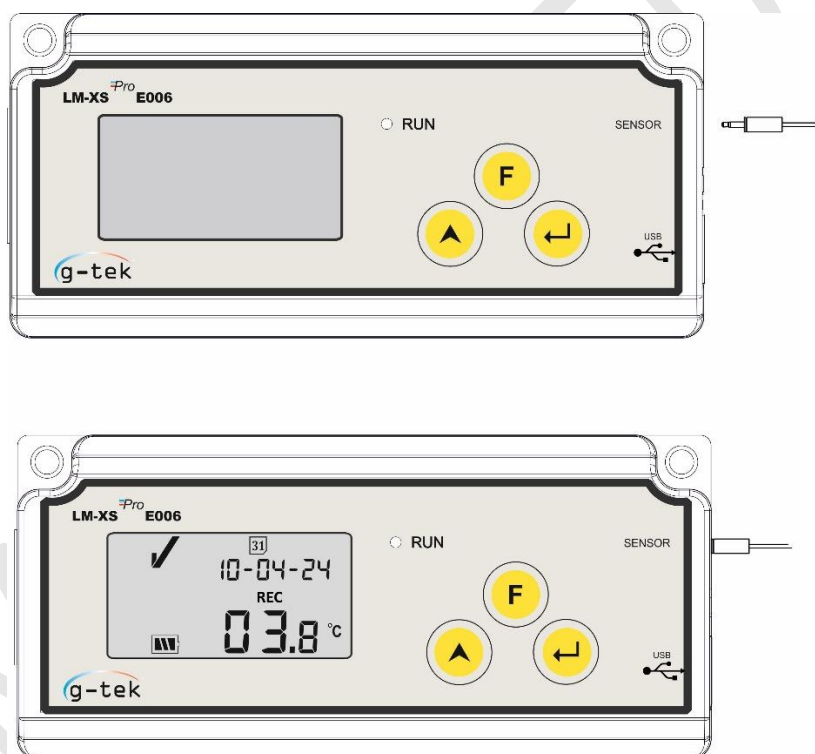

Figura 4 Conector de sensor externo insertado
- El sensor se insertará en el registrador de datos LM-XS^{Pro} E006 utilizando un conector jack estéreo de 3,50 mm de 4 contactos. Conecte el cable del sensor según la figura 4.